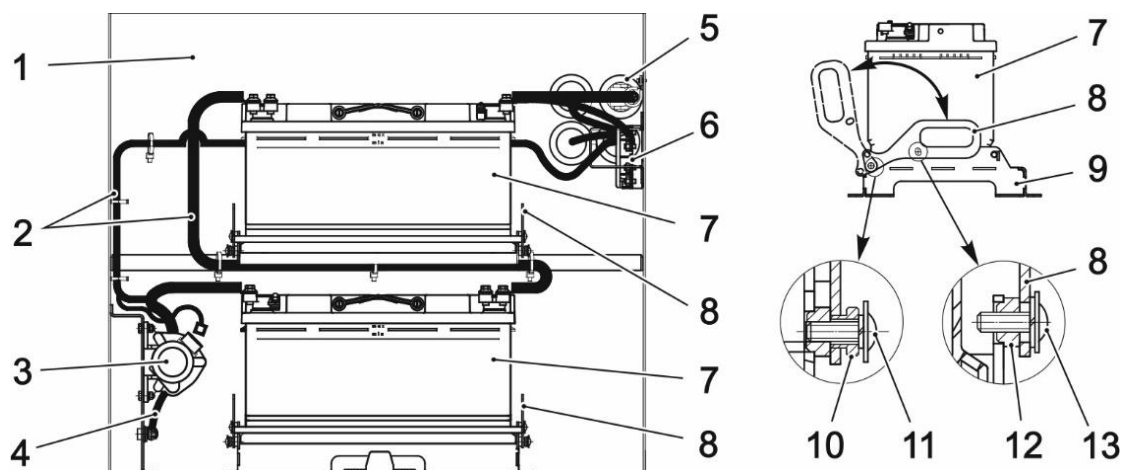

**Рис. 13.1** Схема размещения АКБ в аккумуляторном ящике
Отрицательный вывод "минус" АКБ соединен проводом 4 (рис. 13.1) через дистанционный выключатель "массы" 3 на корпус автобуса. Дистанционный выключатель 3 управляется клавишей выключателя "массы", расположенной на панели приборов водителя. Также выключить батареи можно нажатием кнопки, расположенной на дистанционном выключателе под резиновым чехлом.
1. Выключить аккумуляторные батареи при помощи клавиши на панели приборов или нажатием кнопки на дистанционном выключателе 3 (рис. 13.1), расположенном в аккумуляторном ящике.
3. Вывернуть два винта 13. После чего поднять рукоятку фиксатора 8 из горизонтального положения в вертикальное, как показано на рис. 13.1.